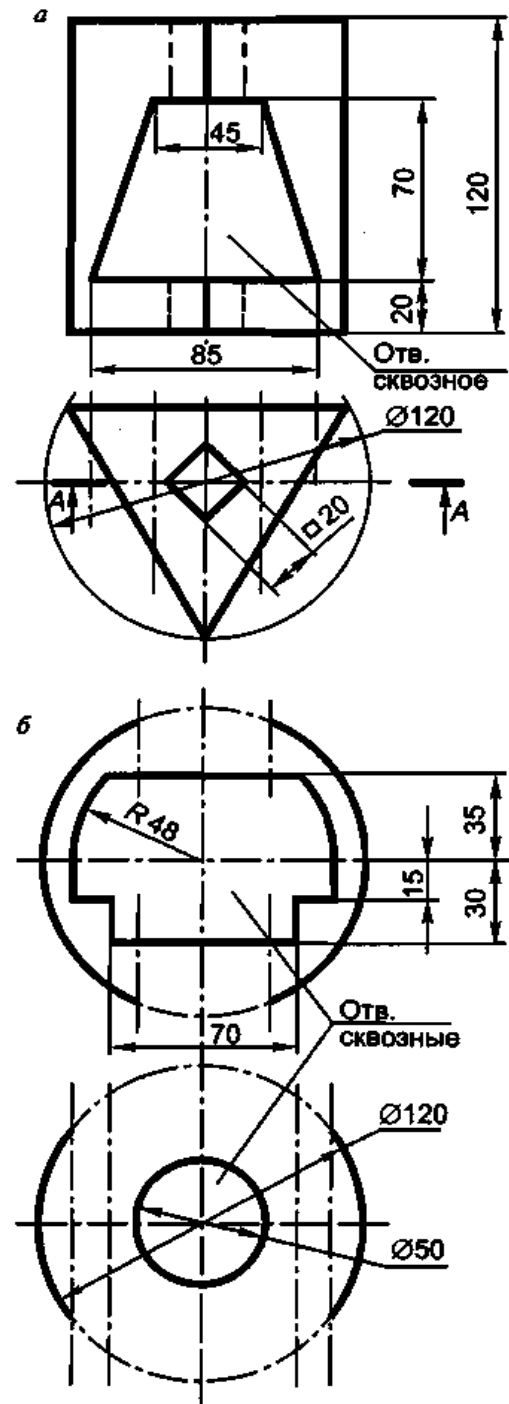

Рис. 2.12
2. Выполнить чертежи трехгранной призмы (а) и сферы (б) с окнами в трех проекциях и с тремя разрезами каждой (рис. 2.12).